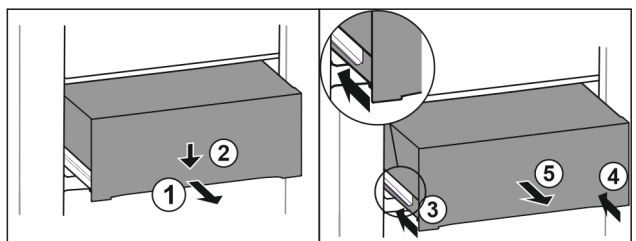

Fig. 104
- ▶ Izvucite ladicu na pola. Fig. 104 (1)
- ▶ Pritisnite ladicu naprijed prema dolje. Fig. 104 (2)
- ▶ Gurnite lijevu vodilicu za oko 2 cm. Fig. 104 (3)
- ▶ Gurnite desnu vodilicu za oko 2 cm. Fig. 104 (4)
- ▶ Izvadite ladicu prema naprijed. Fig. 104 (5)